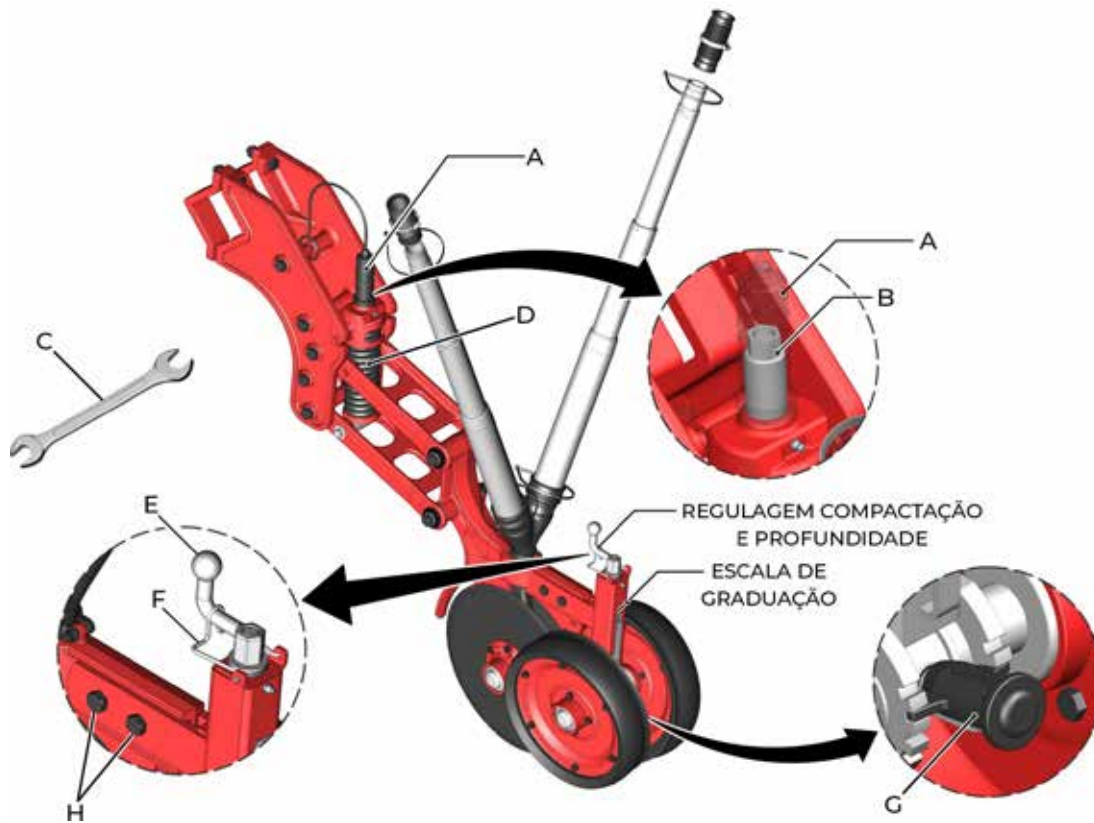

fig. 27
- **Pressão da mola:** retire o protetor (A) (fig. 27), e use uma chave 22 (C) no regulador (B) para aumentar ou diminuir a pressão da mola (D).
- **Limitador de profundidade:** destrave o engate (F) e faça a regulagem pelo manípulo (E), observando a escala de graduação (partindo do ponto “0”).
- **Ângulo do compactador:** puxe o regulador (G) e mova para o ângulo de compactação desejado.
OBS: Em condições de maior umidade, pode-se ajustar o limitador 50 mm para trás, afim de proporcionar uma vazão maior de palha. Para isso, afrouxe os parafusos (H) (fig. 27) e posicione o limitador de acordo com sua necessidade.